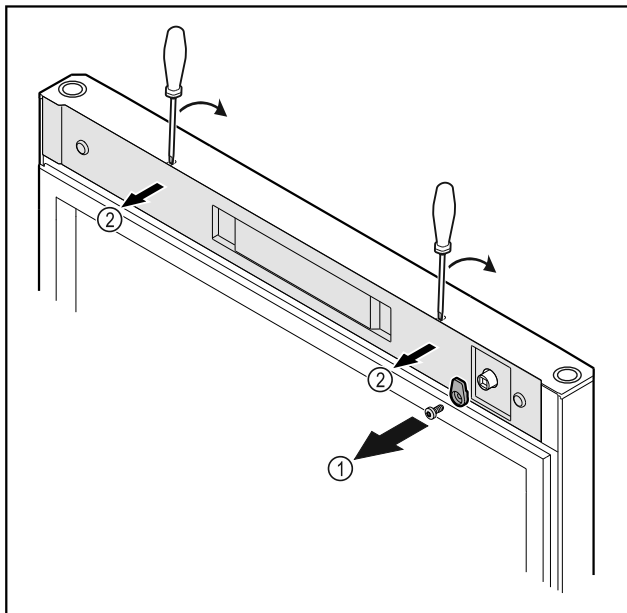

Fig. 22
- Skru låsekrogen Fig. 22 (1) af.
- Klik afdækningen Fig. 22 (2) ud med en lille skruetrækker, og tag den af.